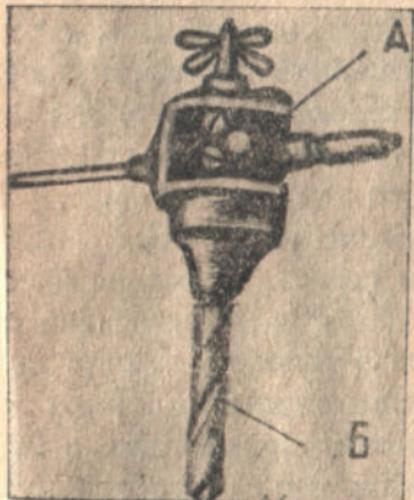

Рис. 7
2. Пневматичні інструменти. Пневматичними інструментами називають невеликі розмірами машини свердлувати, карбувати, бутинувати тощо, урухомлювані стисненим повітрям. Вони збудовані так (наприклад свердлярка, зображена на рис. 7), що у верхній частині *Б*) міститься маленький повітряний рушій, що обертає свердло *Б*. У пневматичнім молотку (див. рис. 8) бутині (рис. 9) та долоті у верхній частині ходить вгору і вниз толочок повітряного рушія і при кожнім перебігу вниз ударяє по відповільному інструменту, молотку, зубилу тощо.